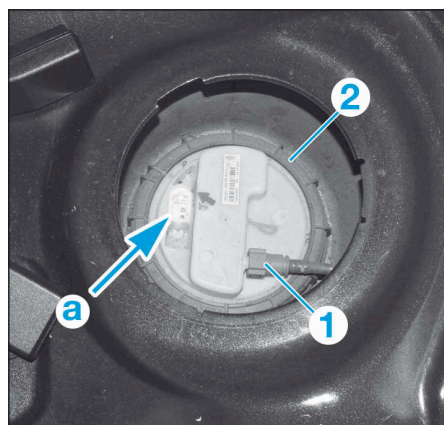

FIG.22
- Débrancher (Fig.22) :
- le tuyau de carburant (1).